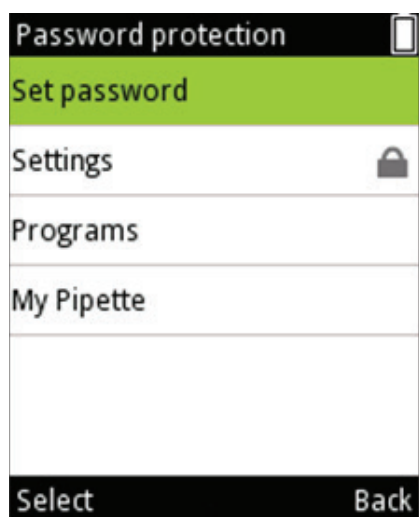

Figura D52.
2. Selezionare **Set password** (Imposta password) e premere  (**Select**) (Seleziona) (Figura D52).